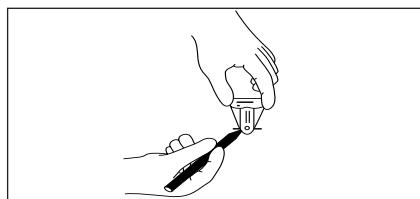

РИС. 9
- е) Чтобы определить точное положение гнезда MAGNA-SITE™, поверните устройство MAGNA-FINDER™ на 90° и вновь медленно перемещайте устройство MAGNA-FINDER™ туда и обратно. Когда магнитный локатор вновь будет расположен перпендикулярно, сделайте две дополнительные пометки, как показано на Рис. 9.